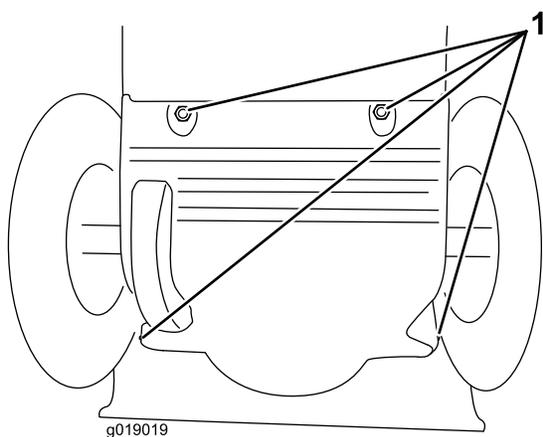

Figure 44
3. Retirez le couvercle arrière (Figure 44).